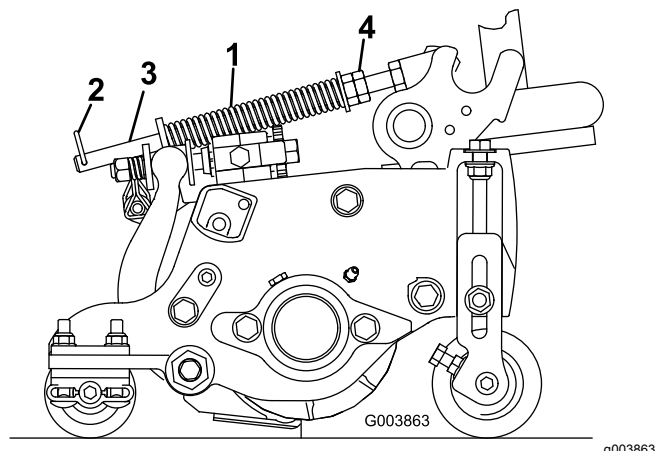

Figura 22
1. Asegúrese de que el pasador de horquilla está instalado en el taladro del extremo de la varilla del muelle (Figura 22).
2. Apriete las tuercas hexagonales del extremo delantero de la varilla del muelle hasta que la longitud comprimida del muelle sea de 15,9 cm; consulte Figura 22.